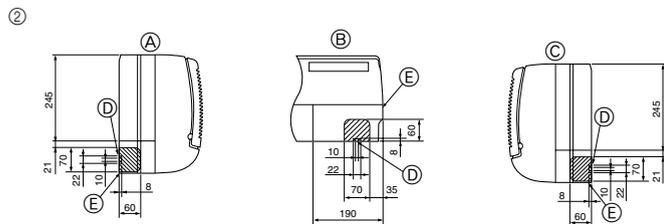

Fig. 4-3
- ② Determinare la posizione dei fori di espulsione del corpo dell'unità. (Fig. 4-3)